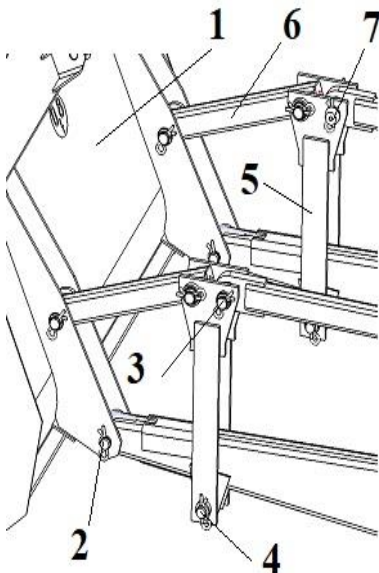

Рис. 2
1. Демонтировать ковш 1 и кронштейны 5 со стрелы трактора, стрелку-указатель 7 см. (рис. 2).